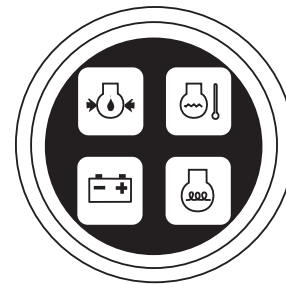

Figure 11. Témoins de charge et de niveau d'huile
5. Tourner la clé de contact dans les sens des aiguilles d'une montre sur la position (start) (démarrage). Les témoins de charge et de niveau d'huile (figure 11) doivent s'allumer.